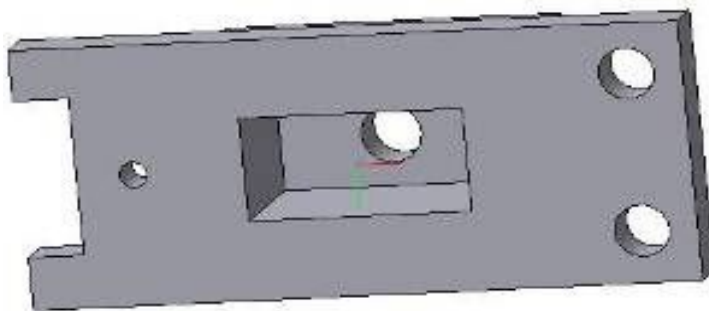

Рис. 20 – Деталь, после операции выдавливания
10. Выбираем группу команд «**Редактирование детали**» и команду «**Вырезать выдавливанием**» . После этого в свойствах выбираем обратное направление и расстояние 30 мм и нажимаем  (смотреть Рис. 20).